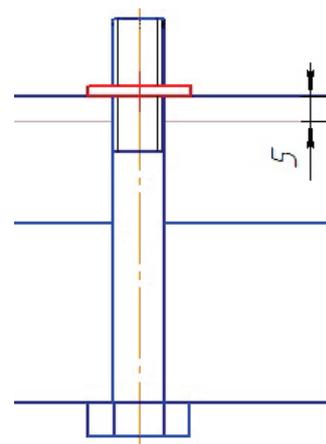

Рис. 5.8
- Разместить шайбу на болте, зафиксировать (рис. 5.8), отключить кнопку создания объекта спецификации.